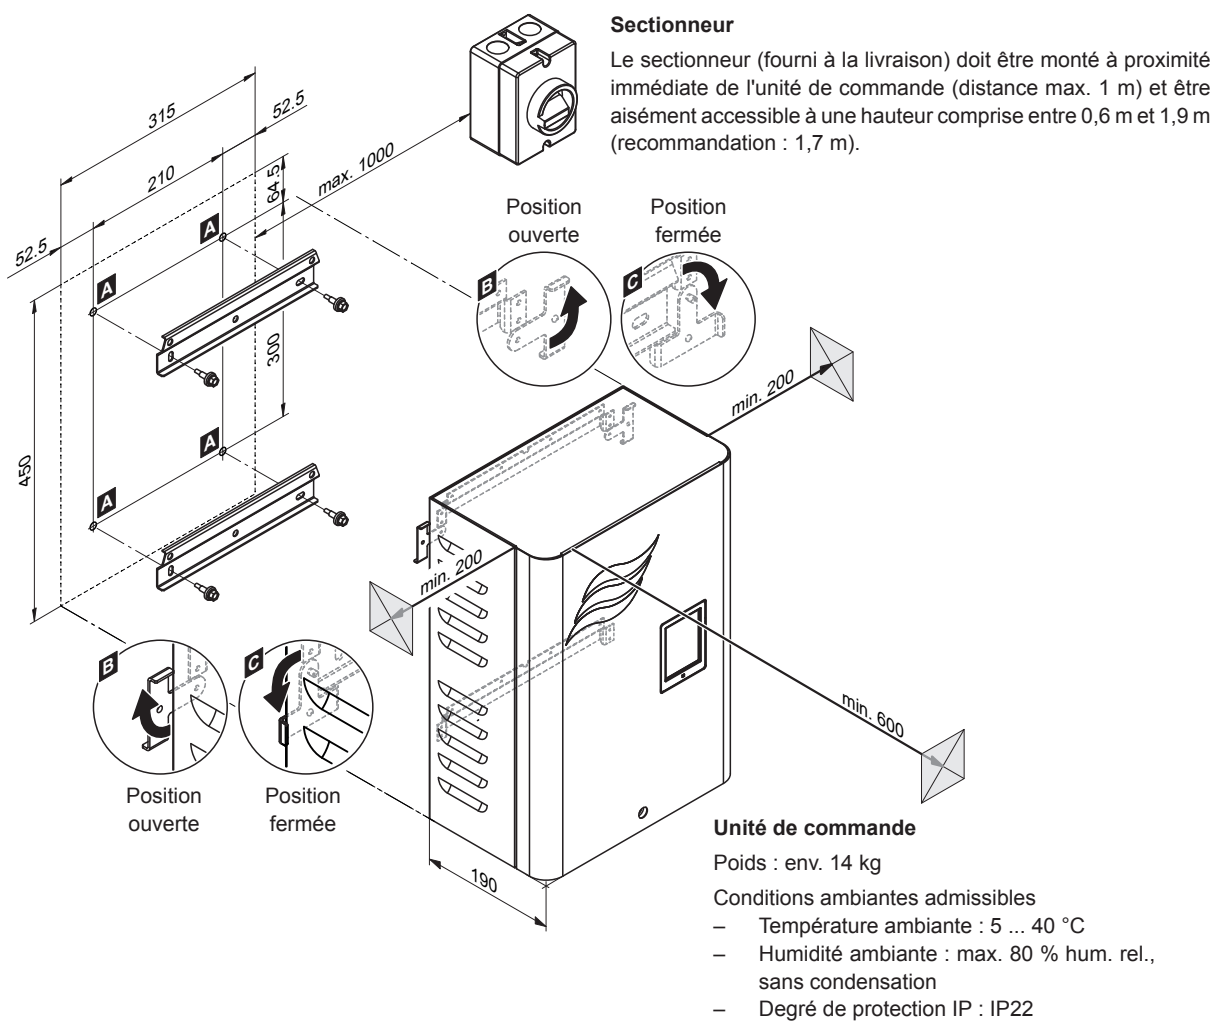

Fig. 35: Montage de l'unité de commande - cotes en mm
3. Tourner vers l'extérieur les deux languettes d'arrêt situées des deux côtés de l'unité centrale (position ouverte, voir détail "B" au Fig. 35).
4. Accrocher l'unité centrale aux fixations murales. Tourner ensuite vers l'intérieur les deux languettes d'arrêt situées à l'arrière de l'unité centrale (position fermée, voir détail "C" au Fig. 35) pour fixer l'unité centrale à la fixation murale supérieure.